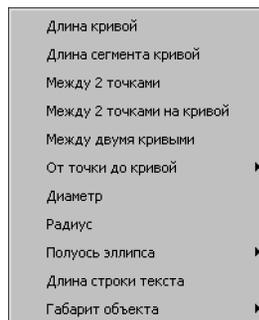

Рис. 16.5. Меню Геометрического калькулятора
7. Вызовите контекстное меню в поле длины первой оси эллипса. Это меню содержит команды Геометрического калькулятора для задания длины (рис. 16.5).